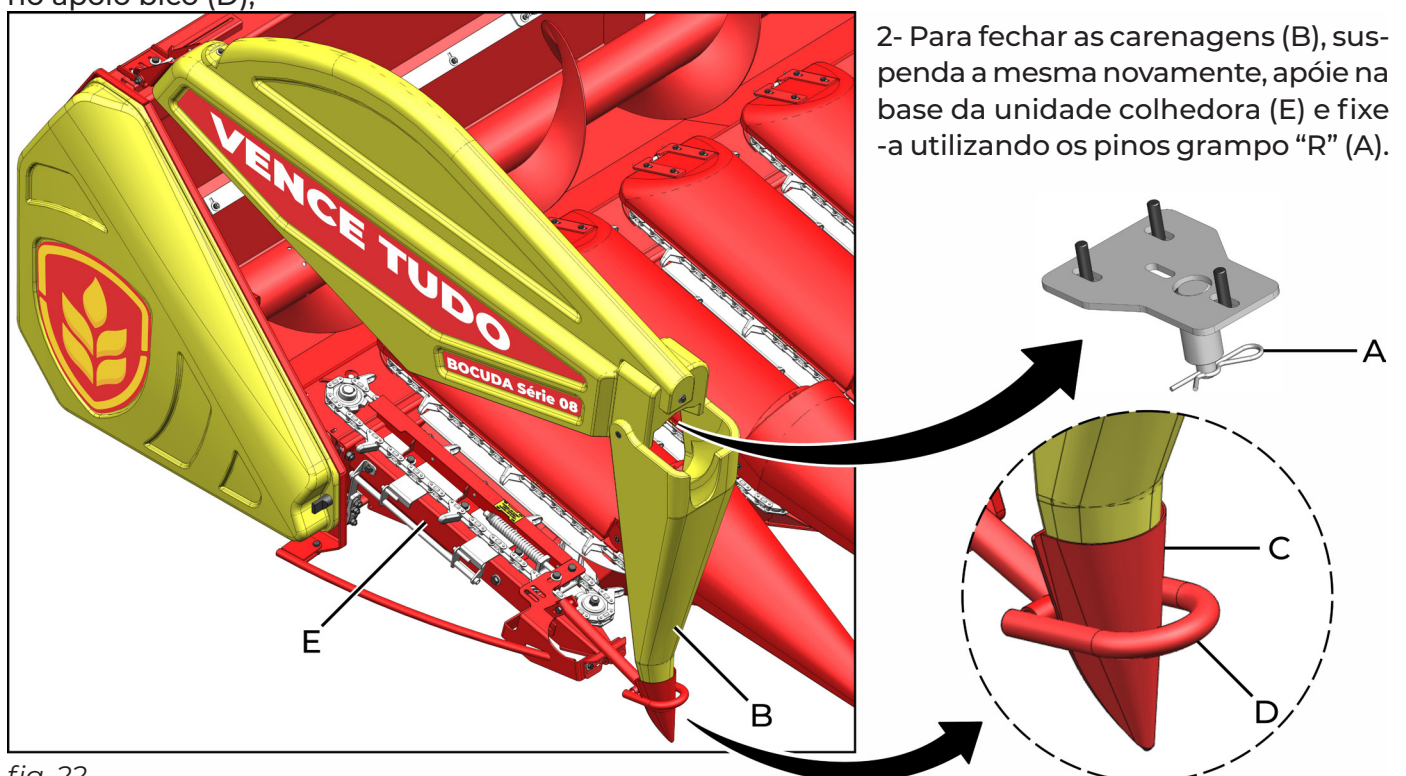

fig. 22
1- Retire os pinos grampo "R" (A) (fig. 22 e 23), suspenda as carenagens (B) (fig. 22), apoie o bico (C) no apoio bico (D);